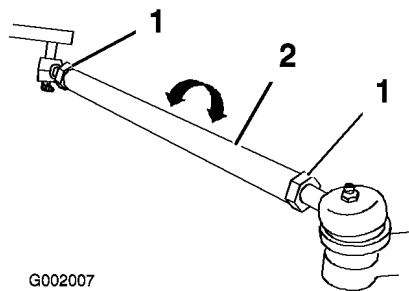

Bild 60
- Wenn der Wert nicht im angegebenen Bereich liegt, lösen Sie die Klemmmuttern an beiden Ende der Zugstangen (Bild 60).